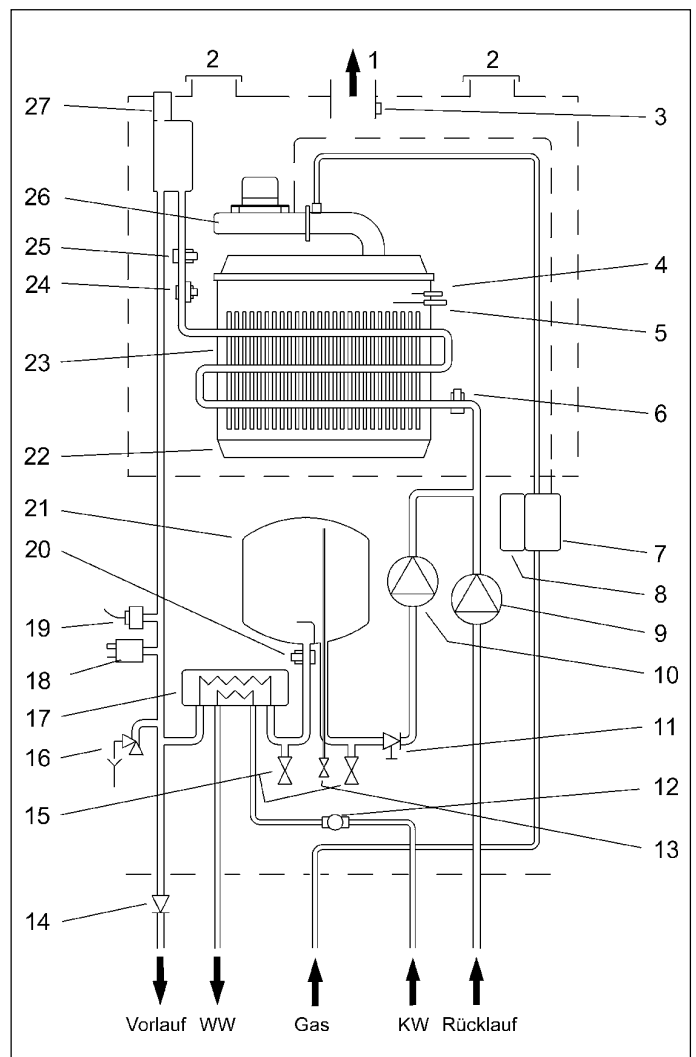
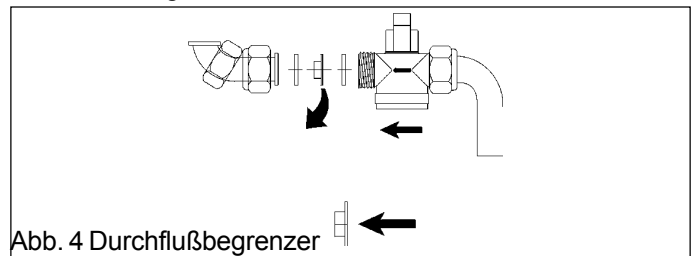

Abb. 1 Kesselkomponenten Ecompact 20 C, 30 C
Abb. 4 Durchflußbegrenzer
- Entfernen Sie den Durchflußbegrenzer aus dem Econcompact 20/30 C (siehe Abb. 4 und Abb. 1, Position 12). Dieser ist in Strömungsrichtung hinter dem Strömungsschalter eingebaut.